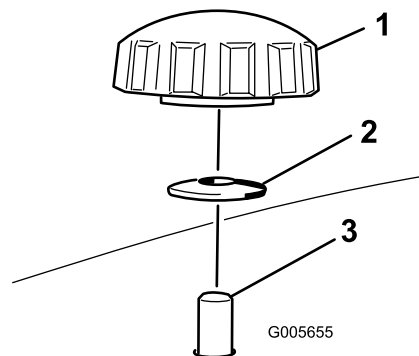

Figure 27
4. Retirez les 2 boutons et rondelles bombées qui fixent le déflecteur droit au plateau de coupe (Figure 27).
5. Déposez le déflecteur droit et abaissez le déflecteur d'herbe sur l'ouverture d'éjection, comme montré à la Figure 27 et la Figure 28.
5. Insérez le déflecteur droit sous le plateau de coupe et fixez-le en place avec 2 boutons et les rondelles bombées (face concave vers le plateau de coupe) comme montré à la Figure 27 et la Figure 28.